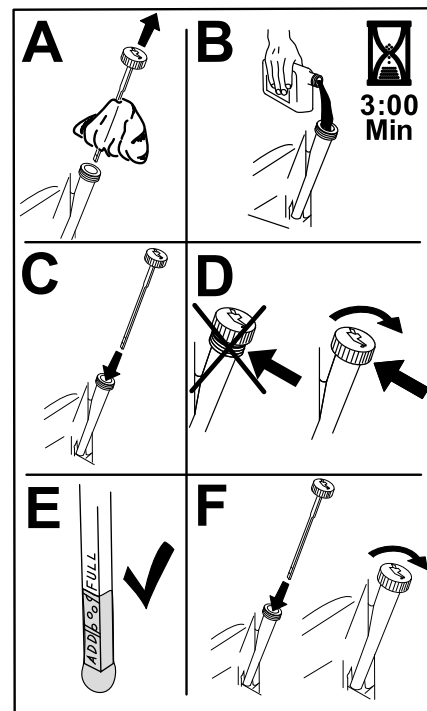

図 41
6. 所定量の 80% 程度のオイルをゆっくり入れ、そこから、残りの量を注意深く足してFULLマークまで入れる **図 41**。